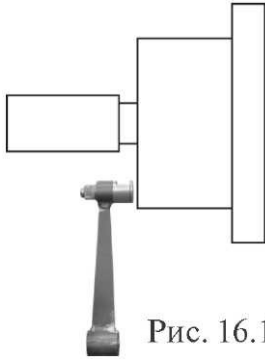

Рис. 16.1
21.1.1. Калибровка тракта измерения дистанции. Для оценки погрешности устройства ввода дистанции выдвиньте штангу ввода параметров и уприте рукоятку в задний торец фланца вала, как показано на рис. 16.1. При этом на экране ввода геометрических параметров (см. рис.10.2) появится величина дистанции. Если величина дистанции не равна  $117\pm 5$  мм, то устройство ввода дистанции требует калибровки.
Нажмите кнопку «MENU», в открывшемся окне MENU выберите пункт 7 «Далее», нажав кнопку 7 в верхнем ряду клавиатуры. Откроется вторая страница окна MENU (см. рис.16.1). Выберите пункт 3 «Тест», нажав кнопку 3 в верхнем ряду клавиатуры. Откроется окно ТЕСТ (рис.21.1).